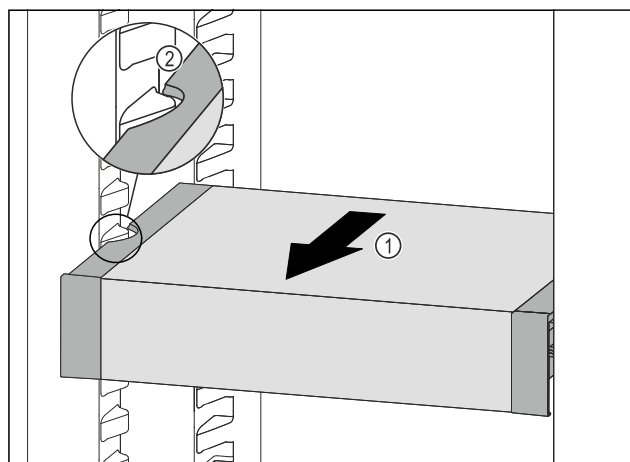

Fig. 78
- ▶ Predal VarioSafe povlecite naprej Fig. 78 (1), dokler nista stranska izreza predala VarioSafe na višini nastavka za posodo v hladilniku. Fig. 78 (2)